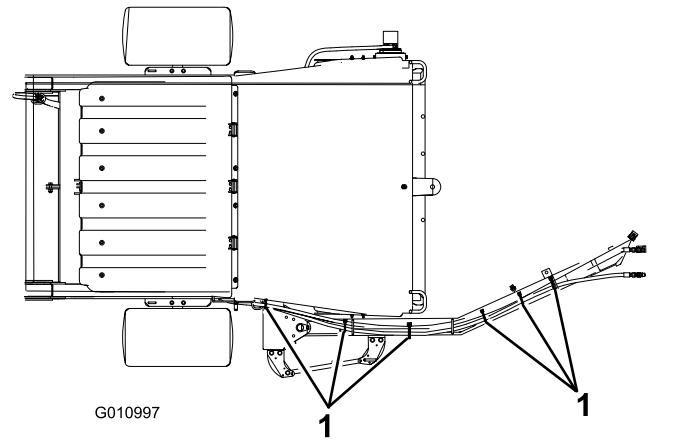
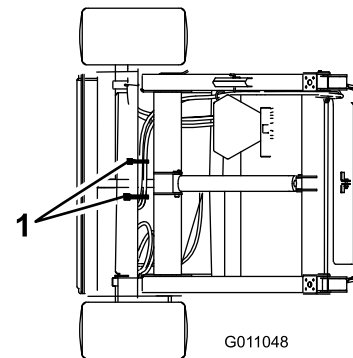

Bild 12
Bild 13
2. Befestigen Sie die Hydraulikschläuche und den Kabelbaum wie in **Bild 12** und **Bild 13** abgebildet.